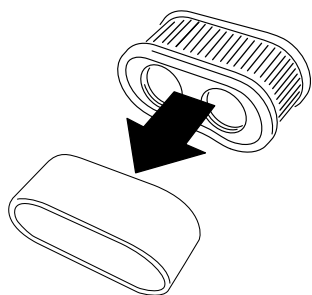

Figure 30
- Sortez l'élément en mousse de l'élément en papier (Figure 30).